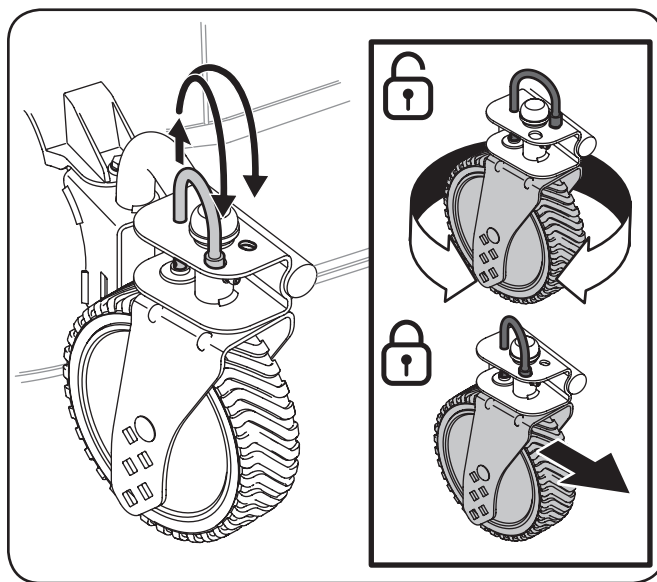

Figura 4-5
1. Tire de la varilla de seguridad hacia arriba, como se indica en la Figura 4-5.
2. Mueva dicha varilla hacia afuera y debe alinearla con el orificio que se suministra para bloquear las ruedas en la posición en que quedan orientadas derechas hacia adelante. Consulte la Figura 4-5.